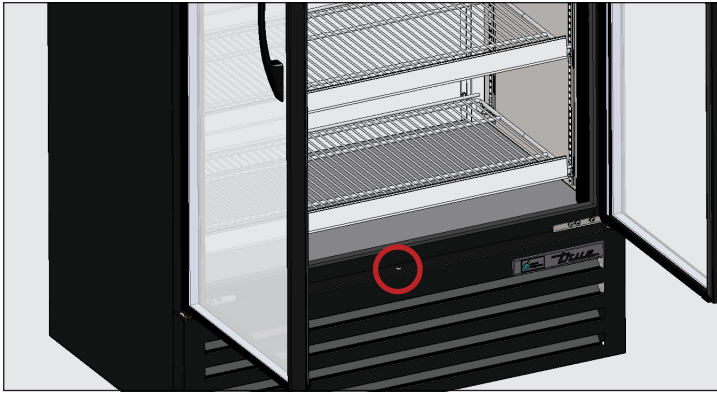

Fig. 1. Ubicación del tornillo de la rejilla de lamas de la puerta de vaivén.
2. Retire la rejilla de lamas frontal del aparato. Véanse las figs. 1 y 2.